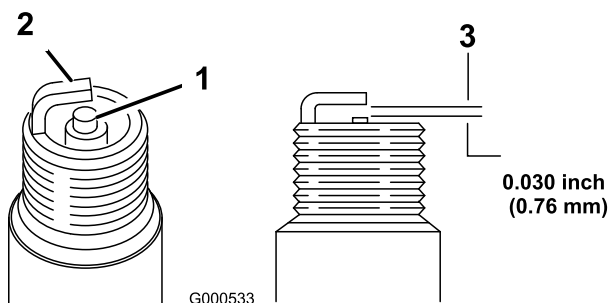

Bild 30
1. Sehen Sie sich die Mitte der Zündkerze an (Bild 30). Wenn der Kerzenstein hellbraun oder grau ist, ist der Motor richtig eingestellt. Eine schwarze Schicht am Kerzenstein weist normalerweise auf einen schmutzigen Luftfilter hin.
2. Prüfen Sie den Abstand zwischen den mittleren und seitlichen Elektroden (Bild 30). Verbiegen Sie die seitliche Elektrode (Bild 30), wenn der Abstand nicht stimmt.